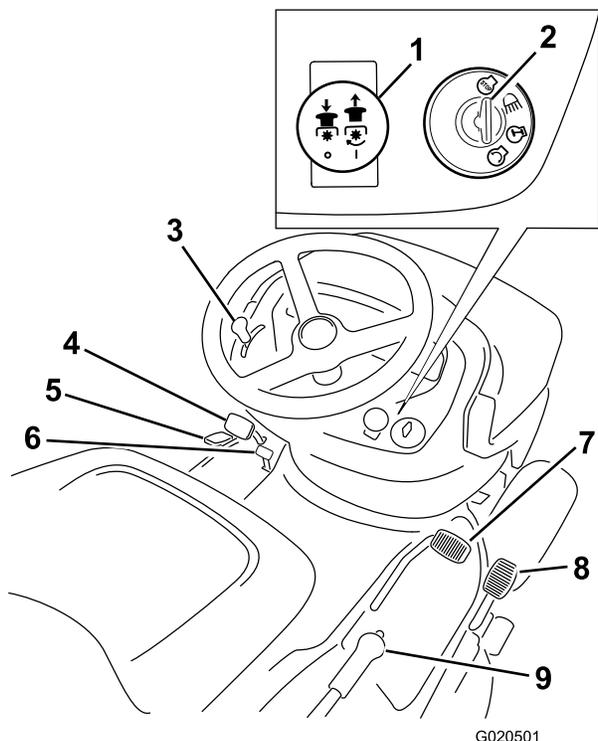

Figure 4
Avant de mettre le moteur en marche et d'utiliser la machine, familiarisez-vous avec toutes les commandes (Figure 4).
1. Appuyez sur la pédale de frein (Figure 4) et maintenez-la enfoncée.
1. Enfonchez la pédale de frein (Figure 4).
2. Tirez la commande des lames (PDF) en position Engagée (Figure 4).
2. Poussez le bouton de commande des lames (PDF) en position Désengagée (Figure 4).
4. Désengagez la commande des lames (PDF) ; voir Figure 4.